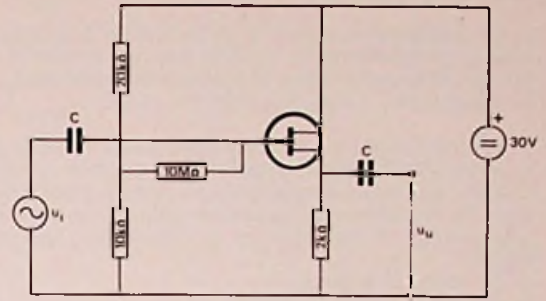
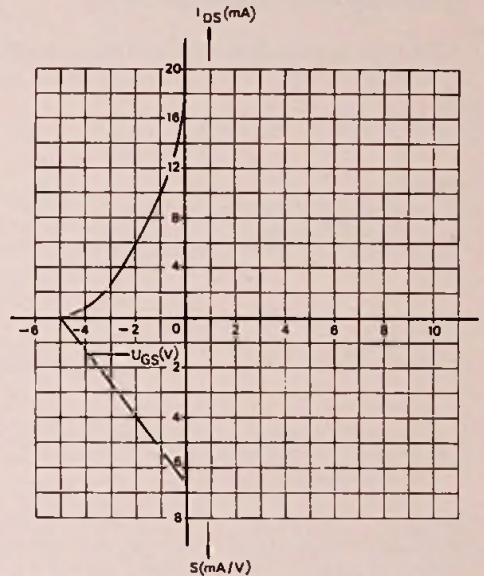

Fig. 20.
Fig. 21.
2. Van de veld-effecttransistor (FET) in fig. 20 is in fig. 21 de $I_{DS} - U_{GS}$ -karakteristiek gegeven, alsmede de steilheidskarakteristiek. Bepaal van deze schakeling met behulp van deze karakteristieken: